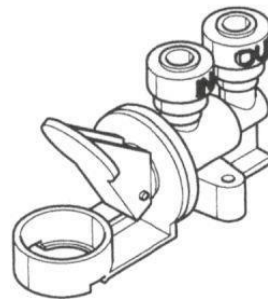

Fig 30A
Für den seltenen Fall, dass im Inneren des Geräts ein Leck entsteht, verhindert dieses Ventil, dass Wasser ins Gerät läuft. Wenn das Ventil aktiviert wurde, absorbiert das Pad innerhalb des Ventils Wasser und dehnt sich aus, dadurch wird das Ventil verschlossen. Es kann überprüft werden, ob das Ventil aktiviert wurde, indem man nachsieht, ob sich das Pad ausgedehnt hat bzw. der Arm des Ventils nach oben zeigt (Abb. 30A).
2. Stellen Sie sicher, dass das Ventil auch aktiviert wurde, indem Sie die Position des Ventilarms überprüfen. Wenn sich das Pad ausgedehnt hat und sich der Arm oben befindet (Abb. 30A), dann wurde das Ventil aktiviert.